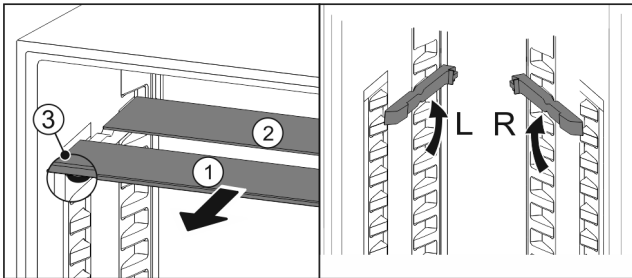

Fig. 52
- ▶ Retire las planchas de cristal individualmente hacia delante Fig. 52 (1).
- ▷ La placa de vidrio Fig. 52 (1) con moldura está situada delante.
- ▷ Los topes Fig. 52 (3) miran hacia abajo.